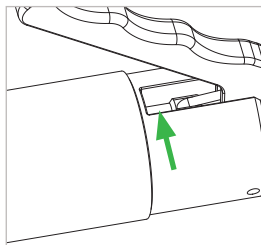

Abbildung 15
- ▶ Geben Sie einen kurzen Sprühstoß mit dem Zielröhrchen auf den Gabelkopfstift (Pos. 3) (*Abbildung 15*).